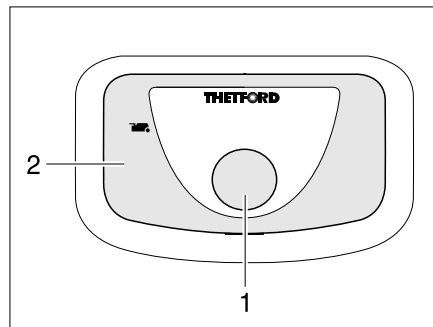

Bild 350 Spülknopf/Kontroll-Leuchte Thetford-Toilette
- Zum Spülen den blauen Spülknopf (Bild 350,1) drücken.
Die Kontroll-Leuchte (Bild 350,2) leuchtet, wenn die Thetford-Kassette entleert werden muss.
- Den Schieberhebel (Bild 350,1) im Uhrzeigersinn schieben. Der Schieber wird geschlossen. Zum Entleeren **muss** in der Thetford-Toilette der Schieber geschlossen sein.